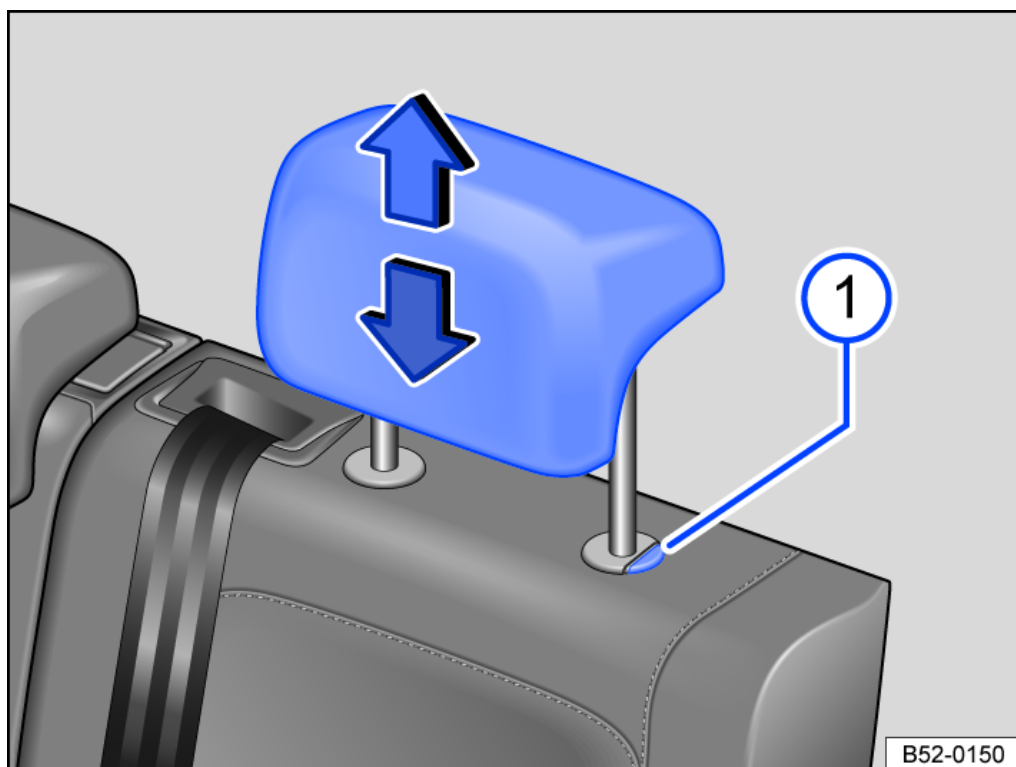

Abb. 2 Kopfstütze hinten: Einstellen.
— Kopfstütze in Pfeilrichtung und ggf. bei gedrückter Taste → Abb. 1 (1) oder → Abb. 2 (1) nach oben oder nach unten schieben.